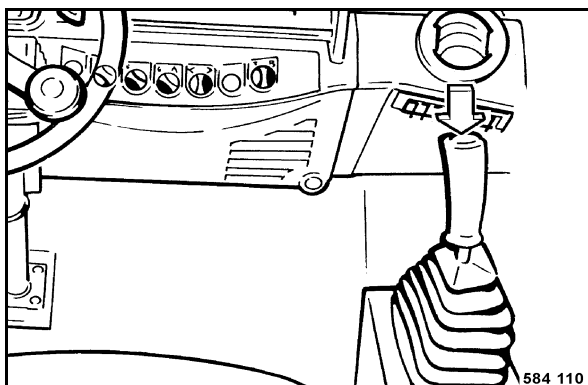

Fig. 97
- Mise en marche de la vibration (Fig. 97).